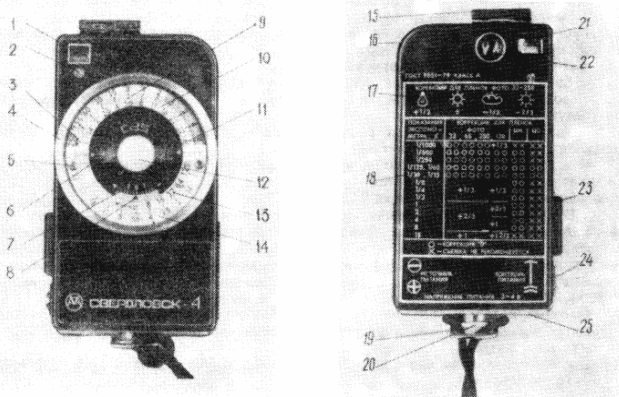

Рис. 1. Устройство экспозиметра:
1. Поворотом диска 12 (рис. 1) установите величину коррекции по шкале 7 (в случае отсутствия коррекции поставьте шкалу на «0», как показано на рис. 2).
2. Повернув шкалу 10 диафрагм (см. рис. 1) за выступы 5, установите светочувствительность пленки по шкале 11 или по шкале 6, как показано на рис. 3.
3. Исходя из выбранного метода измерения, установите насадку 15 (см. рис. 1) с молочным стеклом, повернув ее вокруг осей в соответствующее положение.
5. Средним пальцем правой руки нажмите клавишу включения 23 (см. рис. 1) и, не сводя экспозиметр с объекта съемки или с направления на камеру, проделайте следующее:
— закройте входное окно светоприемника 22 (см. рис. 1) каким-либо непрозрачным материалом;
Начинающему фотолюбителю следует четко соблюдать указания по светочувствительности пленки, методам обработки и установке выдержки и диафрагмы с экспонометра. Все действия целесообразно записывать или запоминать и после обработки нескольких пленок проанализировать результаты и определить необходимость введения коррекции (увеличения или уменьшения выдержки, которую показывает фотоэкспонометр). Для удобства и простоты учета коррекции на экспонометре «Свердловск-4» имеется специальная шкала 7 (см. рис. 1).